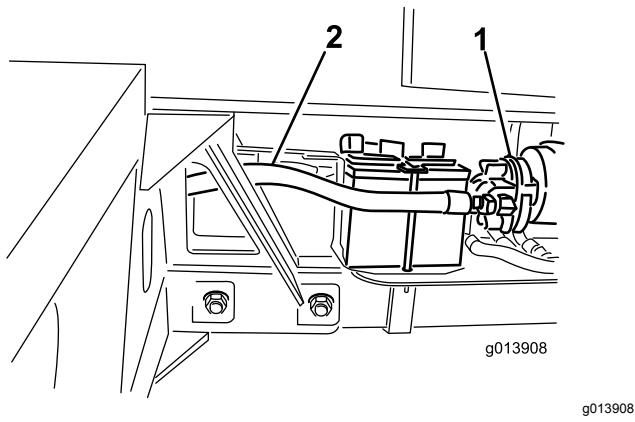

Figura 12
38. Ligue o tubo hidráulico n.º 3 ao lado da sucção da bomba hidráulica (Figura 12).